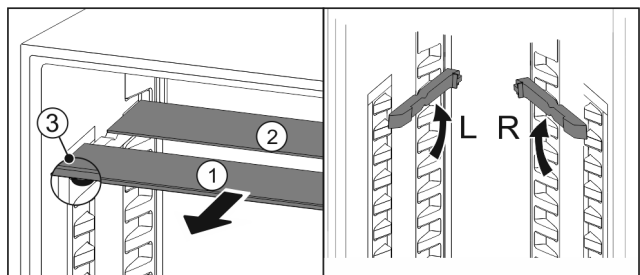

Fig. 91
- ▶ Издърпайте Fig. 91 (1) поотделно стъклените плочи напред.
- ▷ Стъклената плоча Fig. 91 (1) с декоративната лайсна е отпред.
- ▷ Ограничителите Fig. 91 (3) сочат надолу.